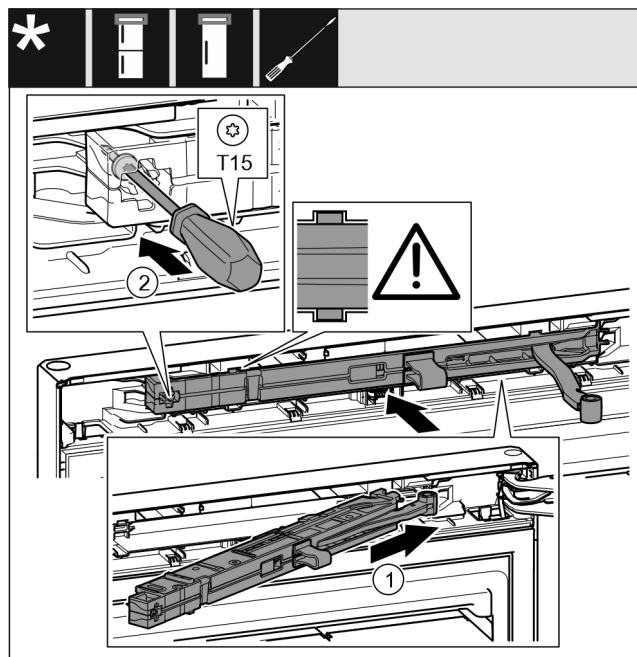

Fig. 20
- ▶ Tolja be ferden, ütközésig a záráscsillapító egységet a mélyedésbe a csapágybak felőli oldalán. Fig. 20 (1)
- ▶ Húzza meg a csavart egy T15 csavarhúzóval. Fig. 20 (2)